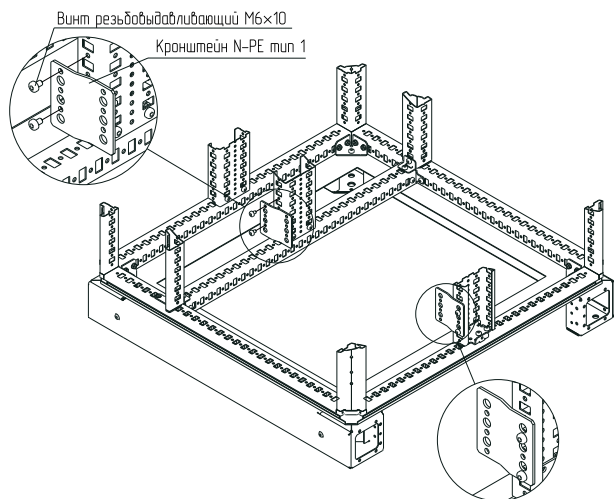

Рисунок 2
4.1.2 Установить кронштейны N-PE тип 1 на профили дополнительные вертикальные на нужной высоте и закрепить винтами M6x10 (рисунок 2). Момент затяжки – 7 Н·м.